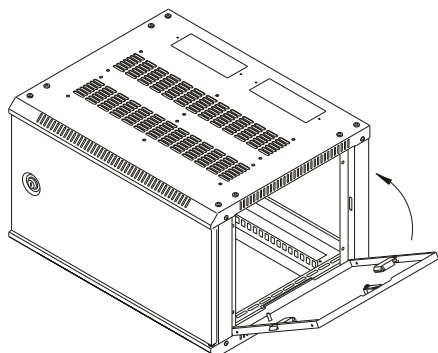

Рисунок 16
4.3.6 Вставьте собранные боковые панели в каркас. Замки-защёлки закроются автоматически. Замок переведите в положение «Закрyto» (рисунок 16).